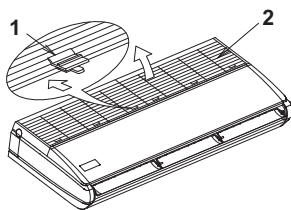

Bild 4
- Skjut insugsgallrets fästknoppar (35, 50-typ: 2 platser var, 60~140-typ: 3 platser var) bakåt (i pilens riktning) för att öppna insugsgallret ordentligt. **(Se bild 4)**